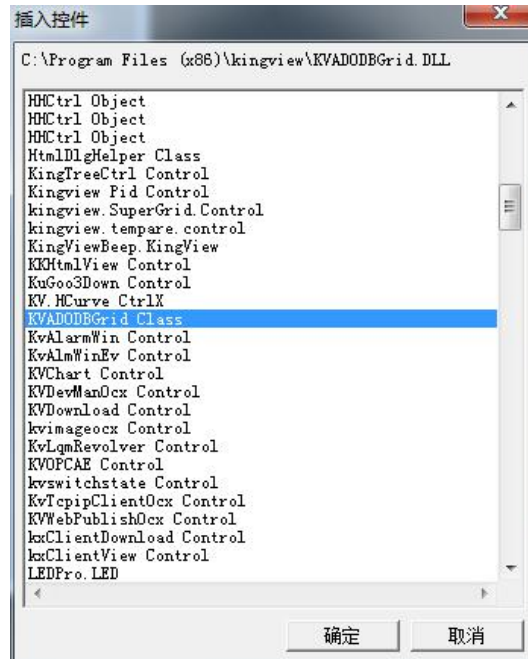

图 9-11 通用控件对话框
1、单击工具箱中的“插入通用控件”工具或选择菜单命令“编辑\插入通用控件”，则弹出控件对话框。在控件对话框内选择“KvAdoDBGrid Class”选项，如图 9-11 所示。